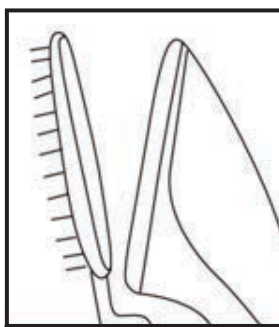

Рис. 10
6. При необходимости вы можете надеть щетку-насадку на паровой утюжок, закрепив ее металлической застежкой внизу утюжка (Рис. 10).